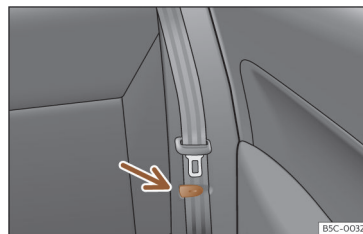

Fig. 98 Banco traseiro: pinça para fixar o cinto de segurança.
- Coloque os cintos de segurança laterais no suporte do revestimento >>> **Fig. 98**.